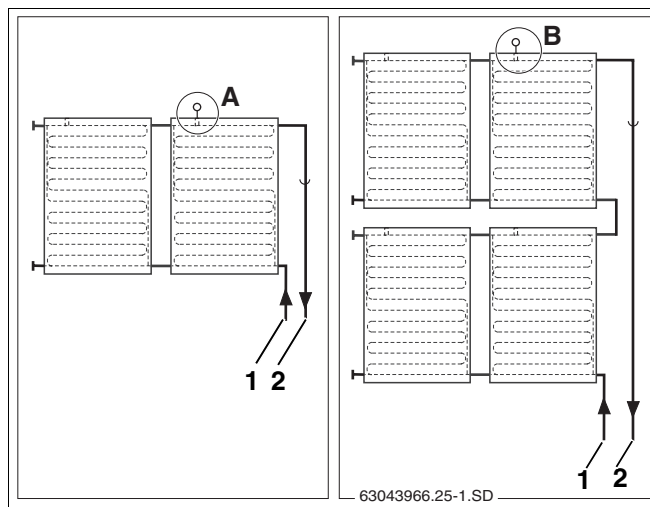

Fig. 31 Punto de montaje de la sonda del colector (representación esquemática)
Tenga en cuenta el lugar de instalación en el caso de montar una o dos filas de colectores en serie (fig. 31).
La sonda del colector debe montarse en el colector con la tubería de impulsión conectada (fig. 31, **pos. 2**).
- Lugar de instalación (fig. 31, **pos. A**) en el caso de una fila de colectores.
- Lugar de instalación (fig. 31, **pos. B**) en el caso de dos filas de colectores.